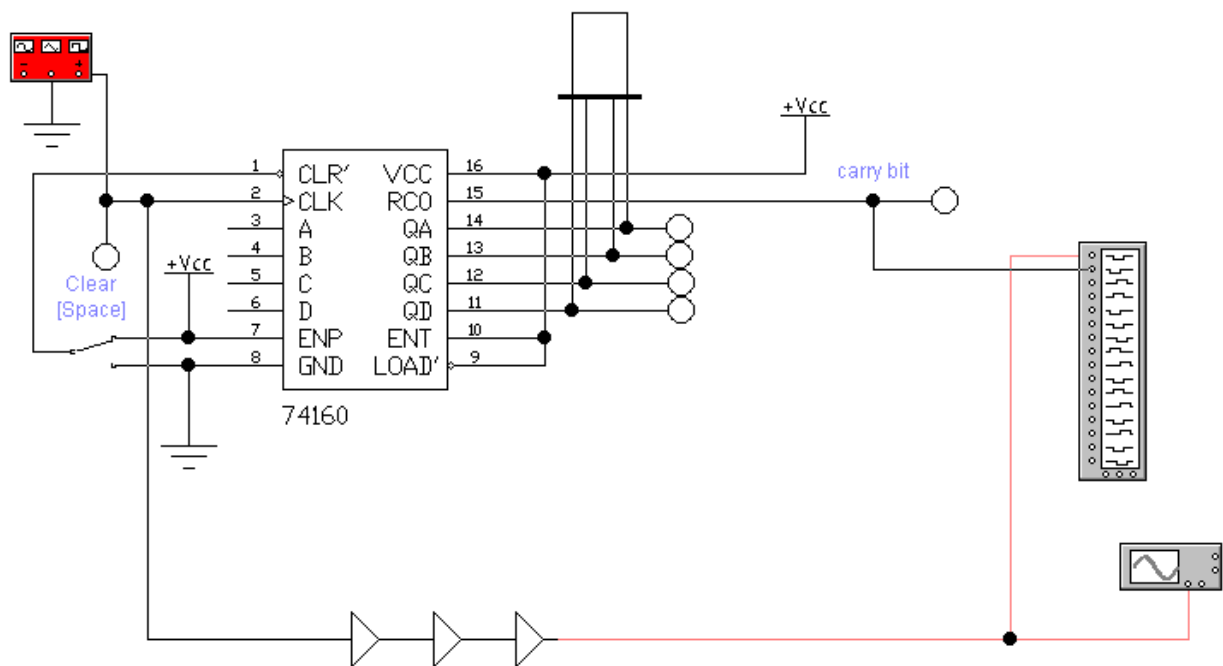

Рис. 4. Моделирование работы 4-разрядного двоичного счетчика с помощью микросхемы 74160
Микросхема 74160 – это декадный двоично-десятичный счетчик с функцией сброса (см. элемент Sync 4-bit Decade Counter (clr) из библиотеки EWB Digital ICs). Микросхема имеет 16 нумерованных выводов (см. рис. 4). Часть выводов являются входными, часть – выходными. Конкретное назначение выводов микросхемы описывается по ходу пояснения работы микросхемы, которое приводится ниже.
По достижению максимального значения 9 счетчик обнуляется, при этом с выхода микросхемы RCO (расшифровывается как *ripple counter overflow*, в переводе с английского, дословно, «переполнение подсчета импульсов») формируется специальный сигнал – перенос десятичного разряда (см. номер вывода 15, на схеме обозначен, как *carry bit*, т.е. «бит переноса»). Проанализировать процесс формирования бита переноса можно с помощью измерительного прибора «Логический анализатор» (см. рис. 4).
12. На логический анализатор на схеме рис. 4 подается два сигнала – входные импульсы и сигнал